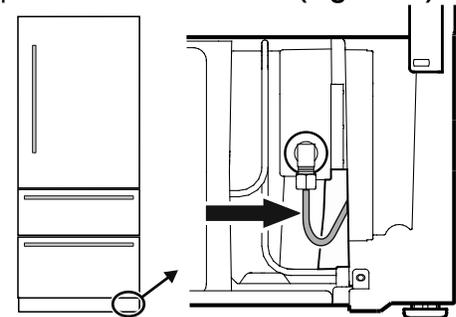

Figure 20
- Visser l'adaptateur sur l'électrovanne (Figure 20).